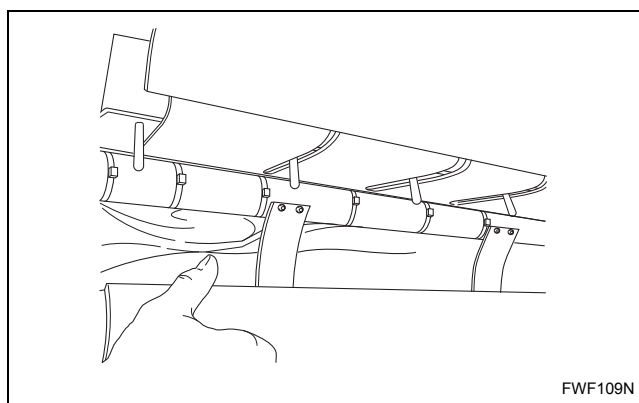

Figura 8
- a. Rimuovere la carta di protezione da sotto la tavola di avanzamento. Consultare la *Figura 8*.